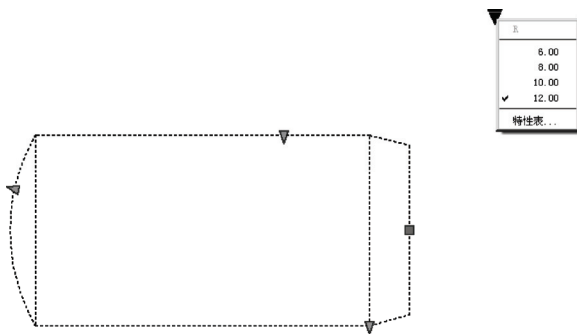

图 9-44 测试动态块
6) 单击“保存块”按钮进行保存, 单击“测试块”按钮进入“测试块”窗口, 单击动态块, 则会出现“可见性”参数操作时插入的可见性箭头, 单击该箭头, 会出现一个下拉菜单, 菜单上会显示刚才设置的块特性名词, 选择一个名称, 则动态块将自动显示该名词下的图形, 如图 9-44 所示。